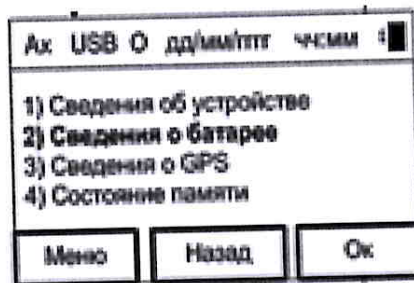

Рисунок 5
8.2.11 Вернуться в окно, приведенное на рисунке 3, в котором выбрать «Сведения о батарее» (рисунок 5) и нажать «ОК», наблюдать экран приведенный на рисунке 6.